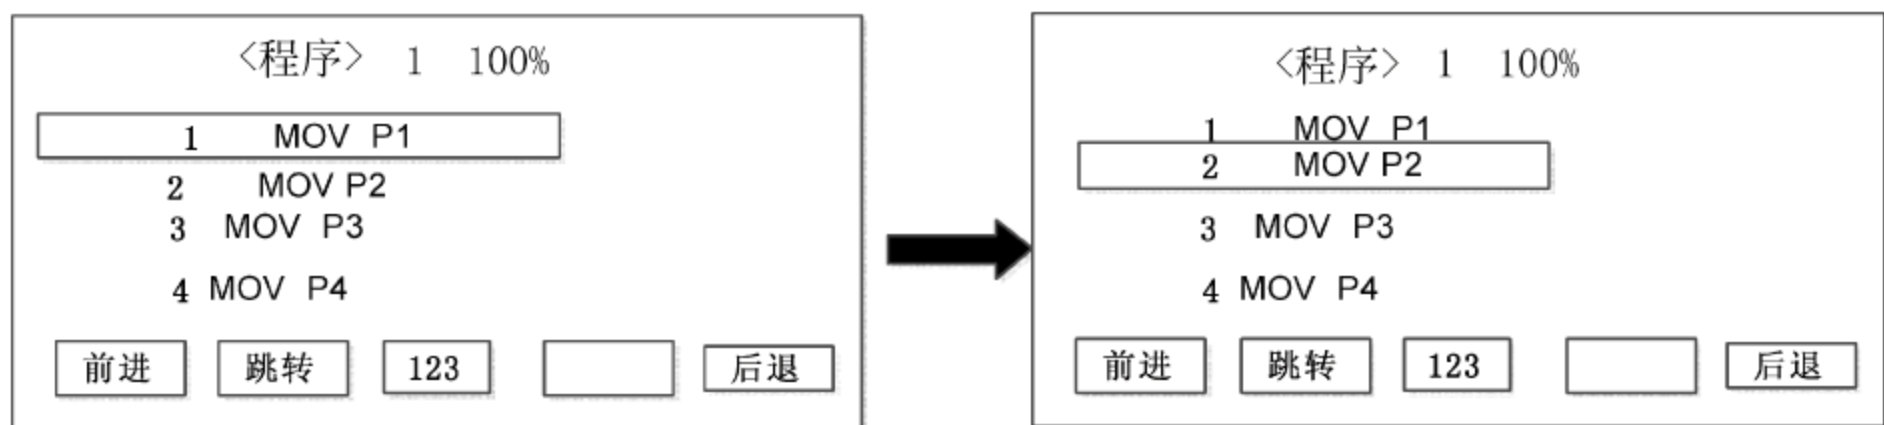

图 4-21 进入“程序”编辑界面
(1) 按“菜单”→“管理/编辑”→“编辑”键,进入“程序”编辑界面,如图 4-21 所示。